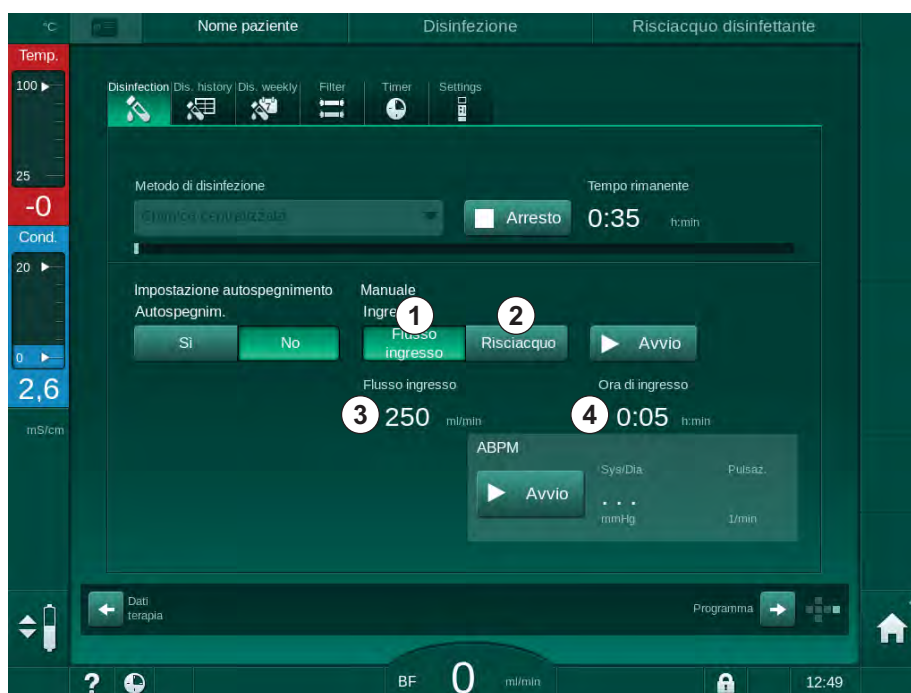

Fig. 7-10 Disinfezione chimica centralizzata manuale
Nella prima parte di questo metodo di disinfezione, il disinfettante viene prelevato dall'alimentazione centralizzata dell'acqua e pompato attraverso l'apparecchiatura (Fig. 7-10, ①). Flusso d'ingresso ③ e tempo di ingresso ④ sono preselezionati nella modalità *Setup operatore*. L'alimentazione all'ingresso viene arrestata al termine del tempo preimpostato.